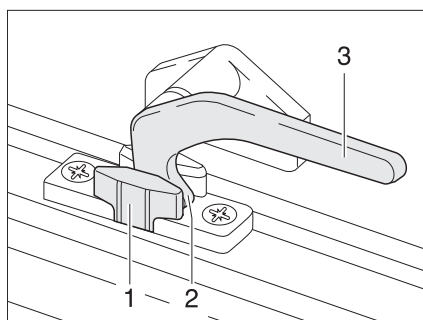

Fig. 51 Palanca de bloqueo en la posición de "ventilación continua"
- En la posición "ventilación continua" (Fig. 51)
- Girar la palanca de bloqueo (Fig. 51,3) un cuarto de vuelta hacia la mitad de la ventana.
- Girar de nuevo hacia atrás la palanca de bloqueo. El saliente de bloqueo (Fig. 51,2) se ha de introducir para ello en el rebaje del bloqueo de la ventana (Fig. 51,1).